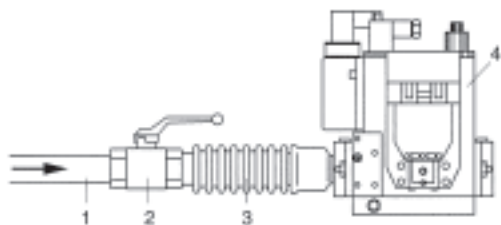

Fig. 3
Le branchement au conduit d'alimentation du gaz doit avoir des dimensions adéquates et correspondantes au type d'installation à effectuer et il doit être exécuté en réalisant la "rampe de gaz" comme illustré sur la Fig. 3: tuyau de gaz (1), vanne d'arrêt (2) et joint anti vibrations (3) ne sont pas fournis avec le générateur et doivent être posés par l'installateur qui les reliera au groupe soupapes gaz (4) fourni avec le générateur d'air chaud.
- Brancher un manomètre sur la prise de pression située en amont (4) du groupe soupapes (Fig. 3).
- Uniquement pour les catégories I2H, I2ELlet I2L, lire la valeur de la pression de service sur le 2^o manomètre et si nécessaire intervenir sur le régulateur de pression (1) avec un tournevis pour rétablir la pression de service indiquée dans le Tab. I.